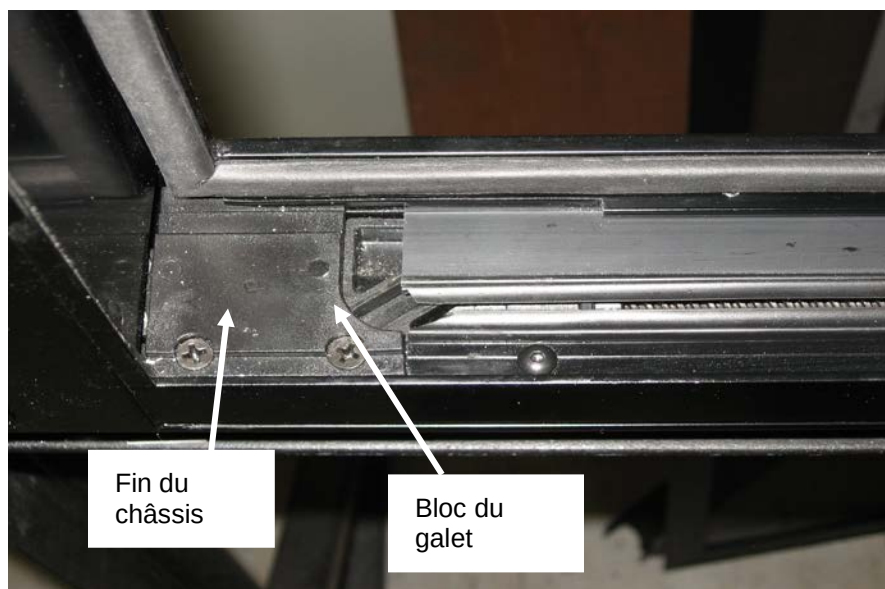

FIGURE 43: ALIGNEMENT ADÉQUAT
1. Aligner le bord avant de l'encoche située sur le bloc du galet suiveur inférieur et la fin du châssis. Utiliser l'interrupteur à bascule pour obtenir le bon alignement. (Figure 43).